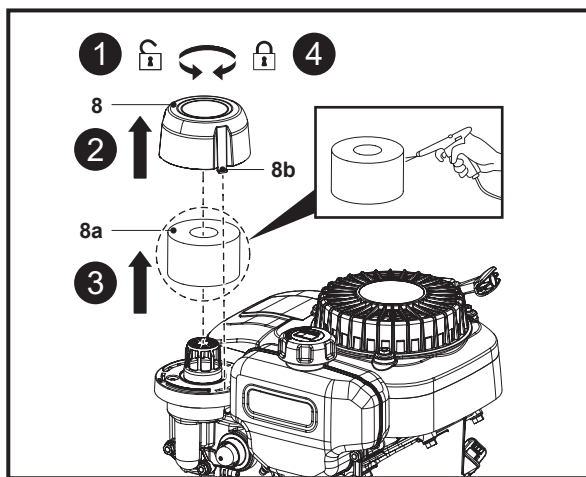

Fig. 19
2. Maintenir et tourner le couvercle de filtre à air (8) dans le sens antihoraire pour le désengager, puis le retirer (Fig. 19, étapes 1, 2).
3. Retirer le filtre à air (8a) de sa base et le tapoter sur une surface solide ou utiliser un pistolet à air comprimé afin de souffler à l'intérieur pour éliminer la poussière (Fig. 19, étape 3).
5. Aligner les deux verrous (8b) sur les fentes de la base du filtre à air et reposer le couvercle de filtre à air (8), puis le tourner dans le sens horaire pour le visser (Fig. 19, étape 4).